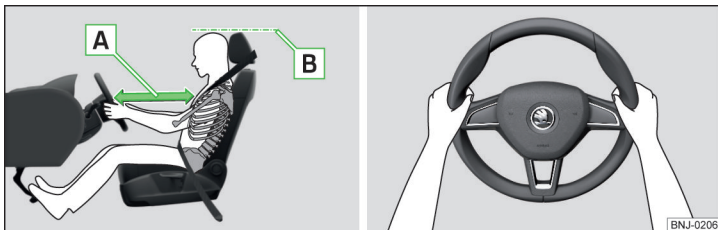

Fig. 2 Korrekt siddeposition for føreren / Sådan holder du korrekt på rattet.
- ✓ Indstil rattet, så afstanden **A** mellem rattet og førerens brystkasse er mindst 25 cm » Fig. 2.
- ✓ Indstil hovedstøtten, så hovedstøttens øverste kant så vidt muligt er på højde med den øverste del af dit hoved **B** » Fig. 2 (gælder ikke for sæder med integreret hovedstøtte).
- Under kørsel skal du have begge hænder på rattet. Tag fat om rattets sider på den yderste kant – i en position svarende til klokken 9 og 3 » Fig. 2. Hold aldrig på rattet i en position svarende til klokken 12 eller i en anden position (fx i midten af rattet og på den indvendige side af rattet). Hvis førerens frontairbag udløses, kan du som fører pådrage dig alvorlige kvæstelser på armene, hænderne og i hovedet.
- ✓ Indstil hovedstøtten, så hovedstøttens øverste kant så vidt muligt er på højde med den øverste del af dit hoved **[B]** » Fig. 2 på side 9 (gælder ikke for sæder med integreret hovedstøtte).
- ✓ Indstil hovedstøtten, så hovedstøttens øverste kant så vidt muligt er på højde med den øverste del af dit hoved **[B]** » Fig. 2 på side 9.